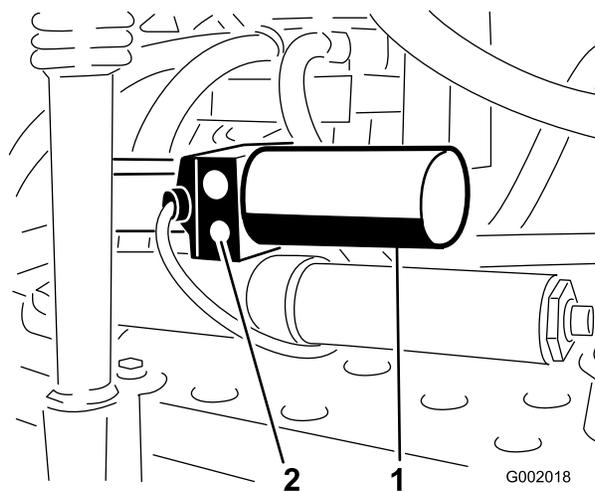

Figura 52
1. La valvola di sicurezza manuale è situata sull'attuatore di ogni barra. La valvola di sicurezza manuale è la valvola più piccola, che si trova solo su un lato del corpo dell'attuatore (Figura 52).